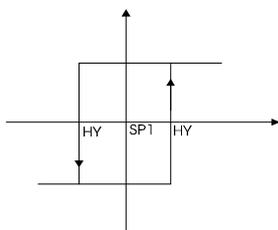

Figura 3
- a) **SP1** : programmazione del punto di intervento dell'allarme nel campo $0 \div 999999$. Nel caso di soglia a finestra "SP1" determina la prima commutazione (vedi Figura 3).
- soglia ad intervento semplice vedi Figura 3.